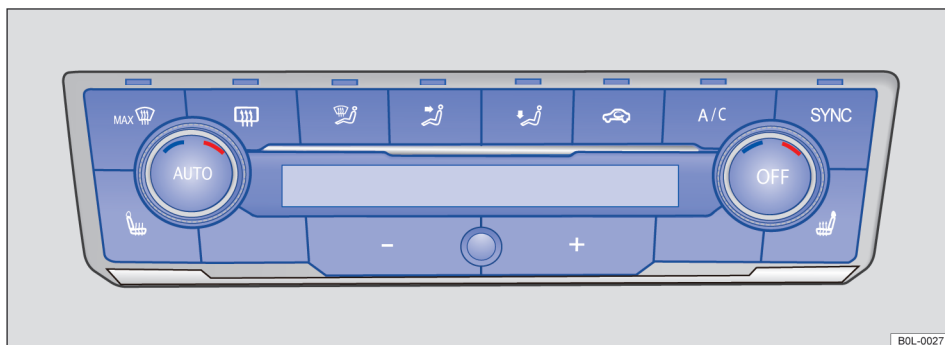

图 74 中控台上部：全自动空调系统操作机构
- **全自动空调 (Climatronic)**：按下空调控制面板中的按钮 ，或反复按压按钮  直至中间的显示屏出现 OFF 字样 → 图 74。
- **全自动空调**：转动左右旋转调节器 → 图 74，可分别调节驾驶员和前排乘员侧温度。
- 全自动空调：按压空调控制面板中的按钮  或  →图 74。
- 全自动空调：按下按钮  →图 74。